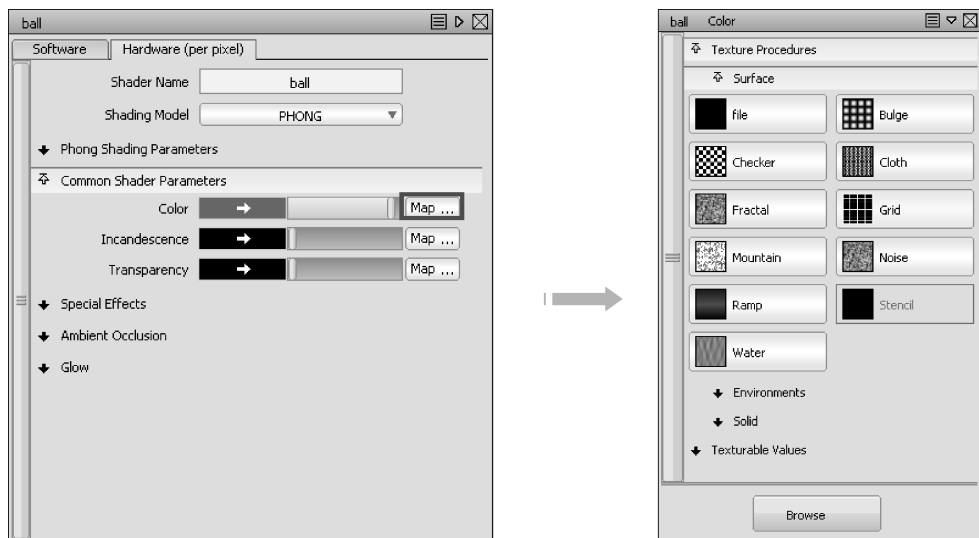

图 6-54 选择纹理
- 07 在多重列表窗口中双击【ball】材质球，打开材质球对话框，在对话框中单击【Common Shader Parameters】标签中【Color】右侧的【Map ...】按钮，打开纹理对话框，选择【Grid】纹理（位于表面纹理标签中），如图 6-54 所示。